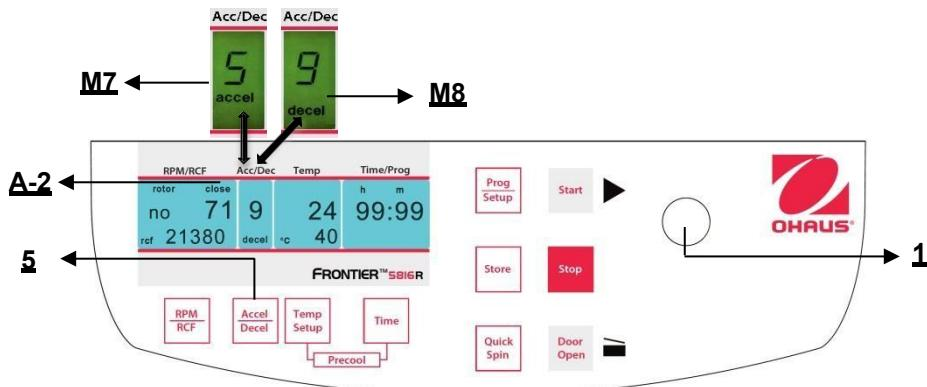

Figura 21
Questa funzione è attivata mediante il tasto "Accel/Decel" (5) (fare riferimento alla figura 21).